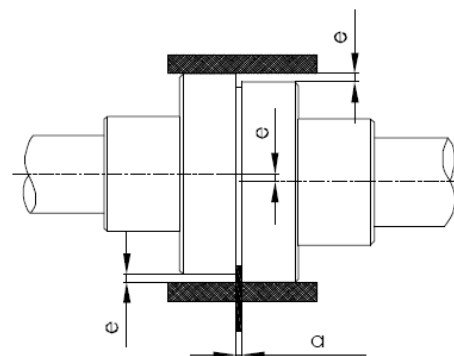

Fig. 3. Alineamiento del acoplamiento
- Para controlar el error de deslizamiento paralelo, la escuadra de acero se presiona en una mitad del acoplamiento en paralelo al eje. Se comprueba con la otra mitad. El borde recto debe tocar a los dos medios acoplamientos completamente igual en todos los puntos de cada plano vertical y horizontal (Fig.3).